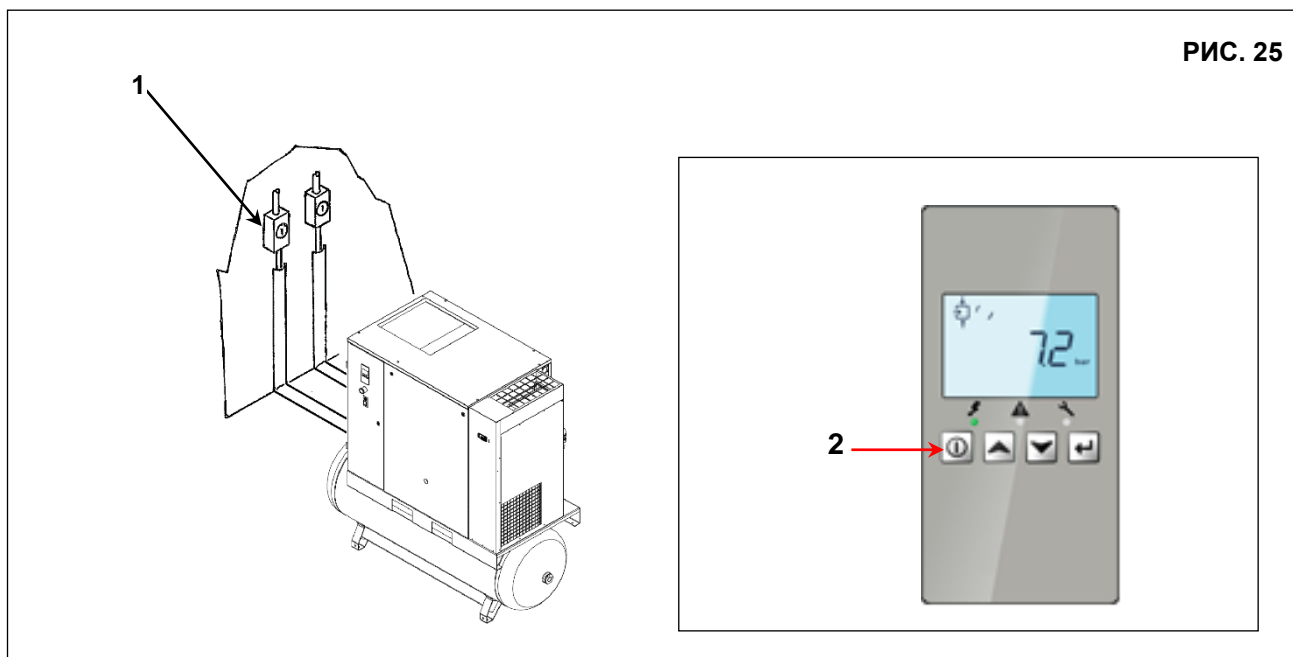

РИС. 25
- Подайте напряжение на панель управления с помощью автоматического разъединителя линии, поз. 1, рис. 25.
- Запустите компрессор, нажав кнопку Поз. 2 Рис. 25 на 3 секунды, затем отпустите кнопку и снова нажмите ее через 5 секунд.
- Отключите электропитание и инвертируйте два соединения согласно Поз. 1 Рис. 25